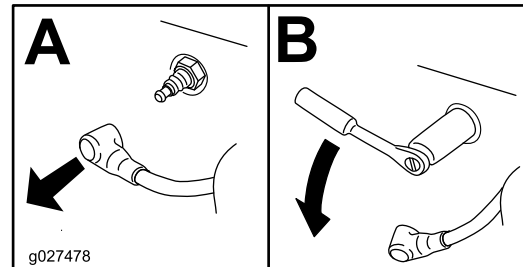

Bild 45
- Nehmen Sie die Zündkerze heraus (Bild 45).